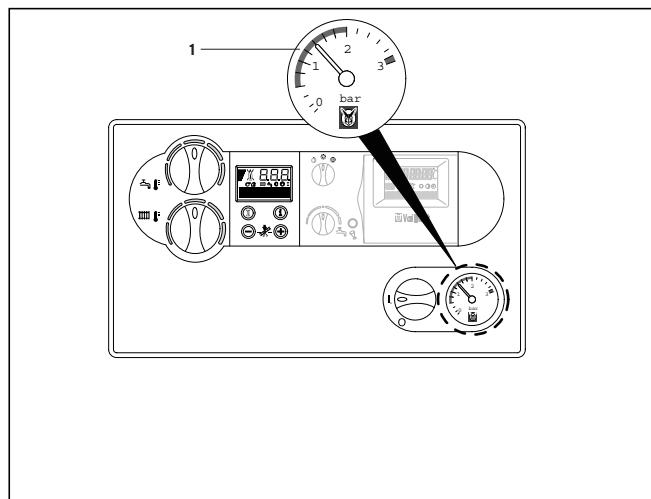

Bild B.4: Kontroll av vattentryck
4.2.1 Öppning av avstängnings-ventiler (bild B.4)
- Öppna avstängningskranen för gas (1) genom att trycka in den och vrida den moturs tills det tar emot.
- Kontrollera att servicekranarna (3) i fram- och returnledning (4) är öppna. Detta är fallet, om skåran i fyra